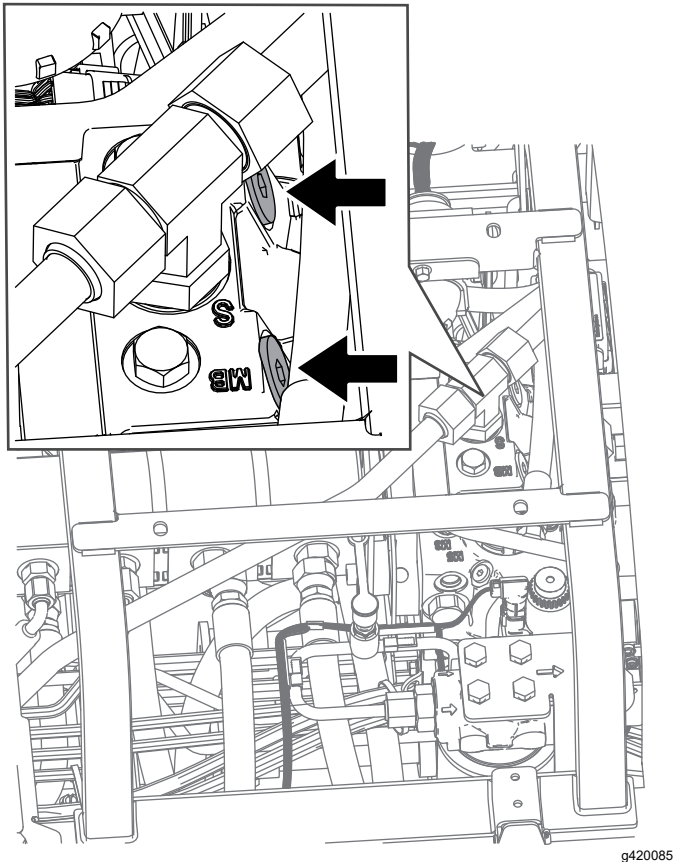

Figura 35
2. Localice la válvula de desvío, situada debajo del asiento y encima del hidrostato (Figura 35).